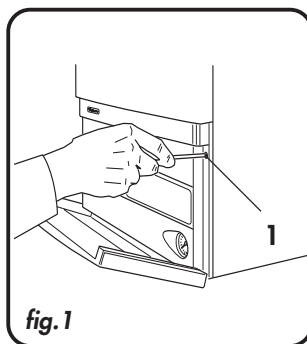

fig.1
- Destornillar los dos tornillos de sujeción **1** del tablero de mandos de la caldera (fig.1).